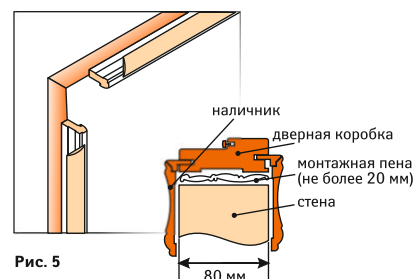

Рис. 5
**Примечание:** комплект дверной коробки позволяет устанавливать дверь в стены толщиной 80 мм. Для установки дверей в стену толщиной более 80 мм необходимо использовать доборный элемент (рис. 5 и 6).